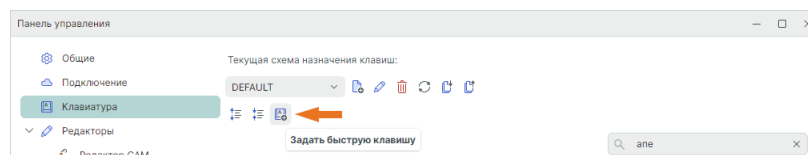

Рис. 73 Переход к назначению быстрой клавиши
2. Выберите действие, для которого необходимо назначить клавишу, и нажмите , см. Рис. 73.